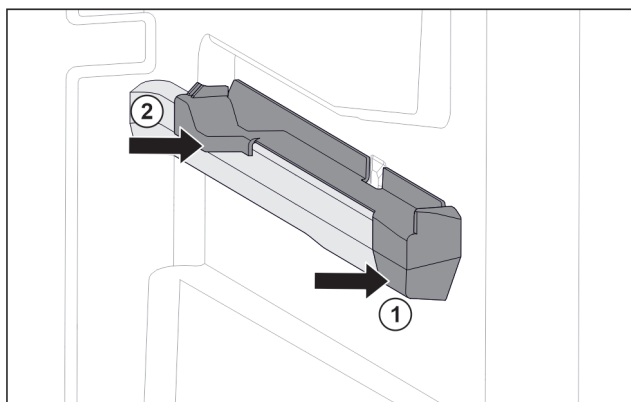

Fig. 108 Piesă de fixare pe nervura din dreapta a recipientului
- ▶ Așezați piesa de fixare în față pe nervura recipientului. Fig. 108 (1)
- ▶ Apăsați piesa de fixare spre spate. Fig. 108 (2)